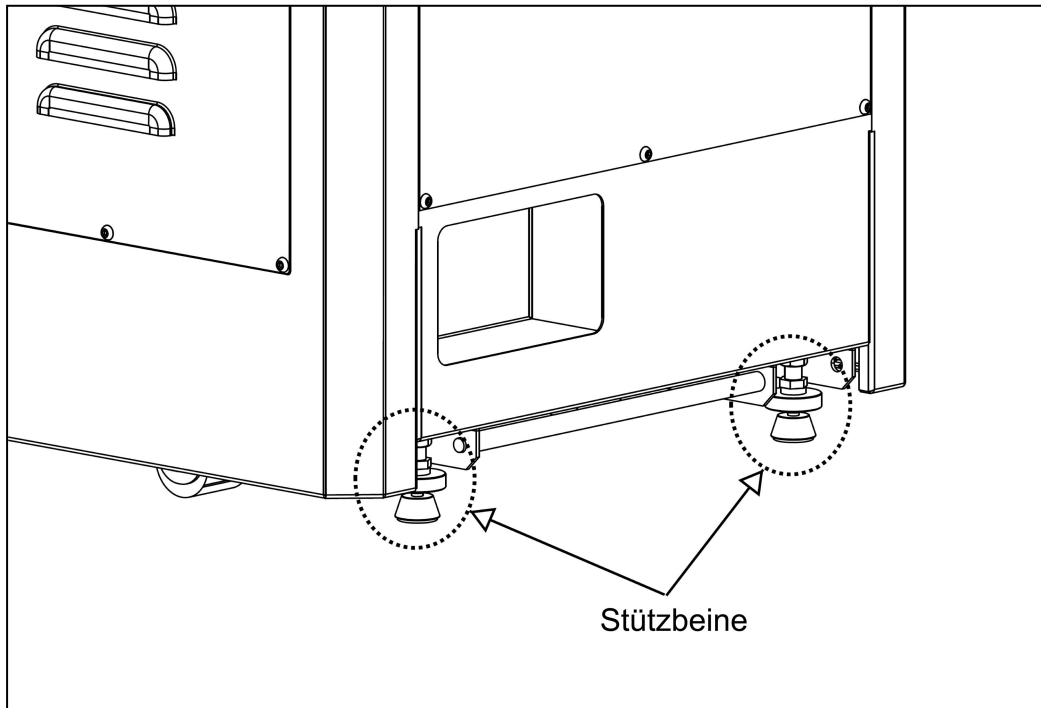

Abb.9
Schritt 2: Wie in **Abb.9** angezeigt, finden Sie unten zwei Stützbeine. Drehen Sie die roten Griffe, um die Beine um etwa 25 mm (1 Zoll) zu heben.
6. Wenn das Gerät an seinem Platz ist, drehen Sie die roten Griffe (siehe Abbildung 9), um die Stützbeine mit dem Boden in Kontakt zu bringen.